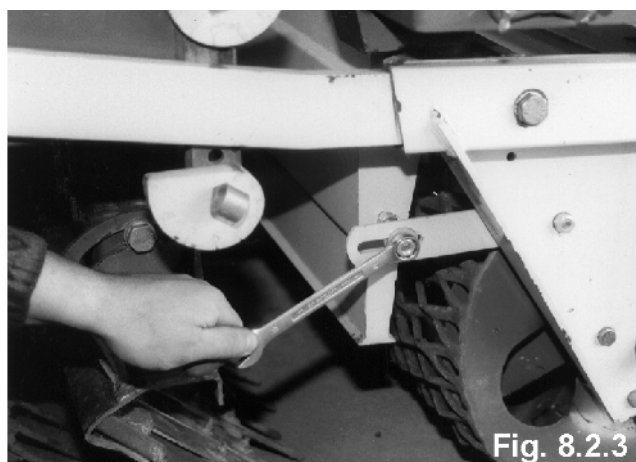

Fig. 8.2.3
- Lösen der beiden M10-Muttern an beiden Seiten der Rutsche (Fig. 8.2.3)